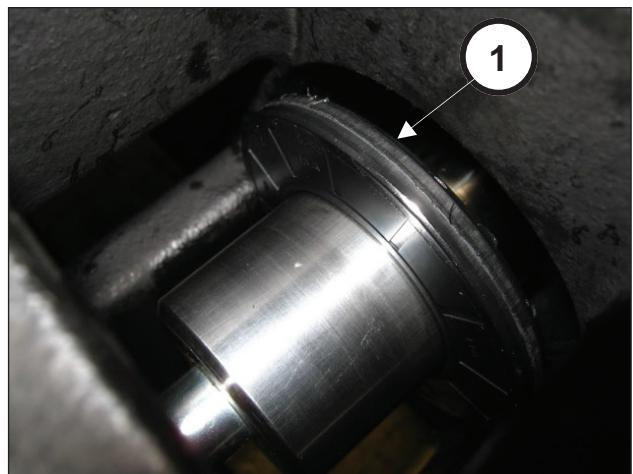

Fig. 37
Actionner le pignon jusqu'à ce que la dent de l'outil s'engage complètement dans le joint SPI (rep. ①, Fig. 36). Continuer à faire tourner le pignon jusqu'à l'extraction complète du joint SPI (rep. ①, Fig. 37).